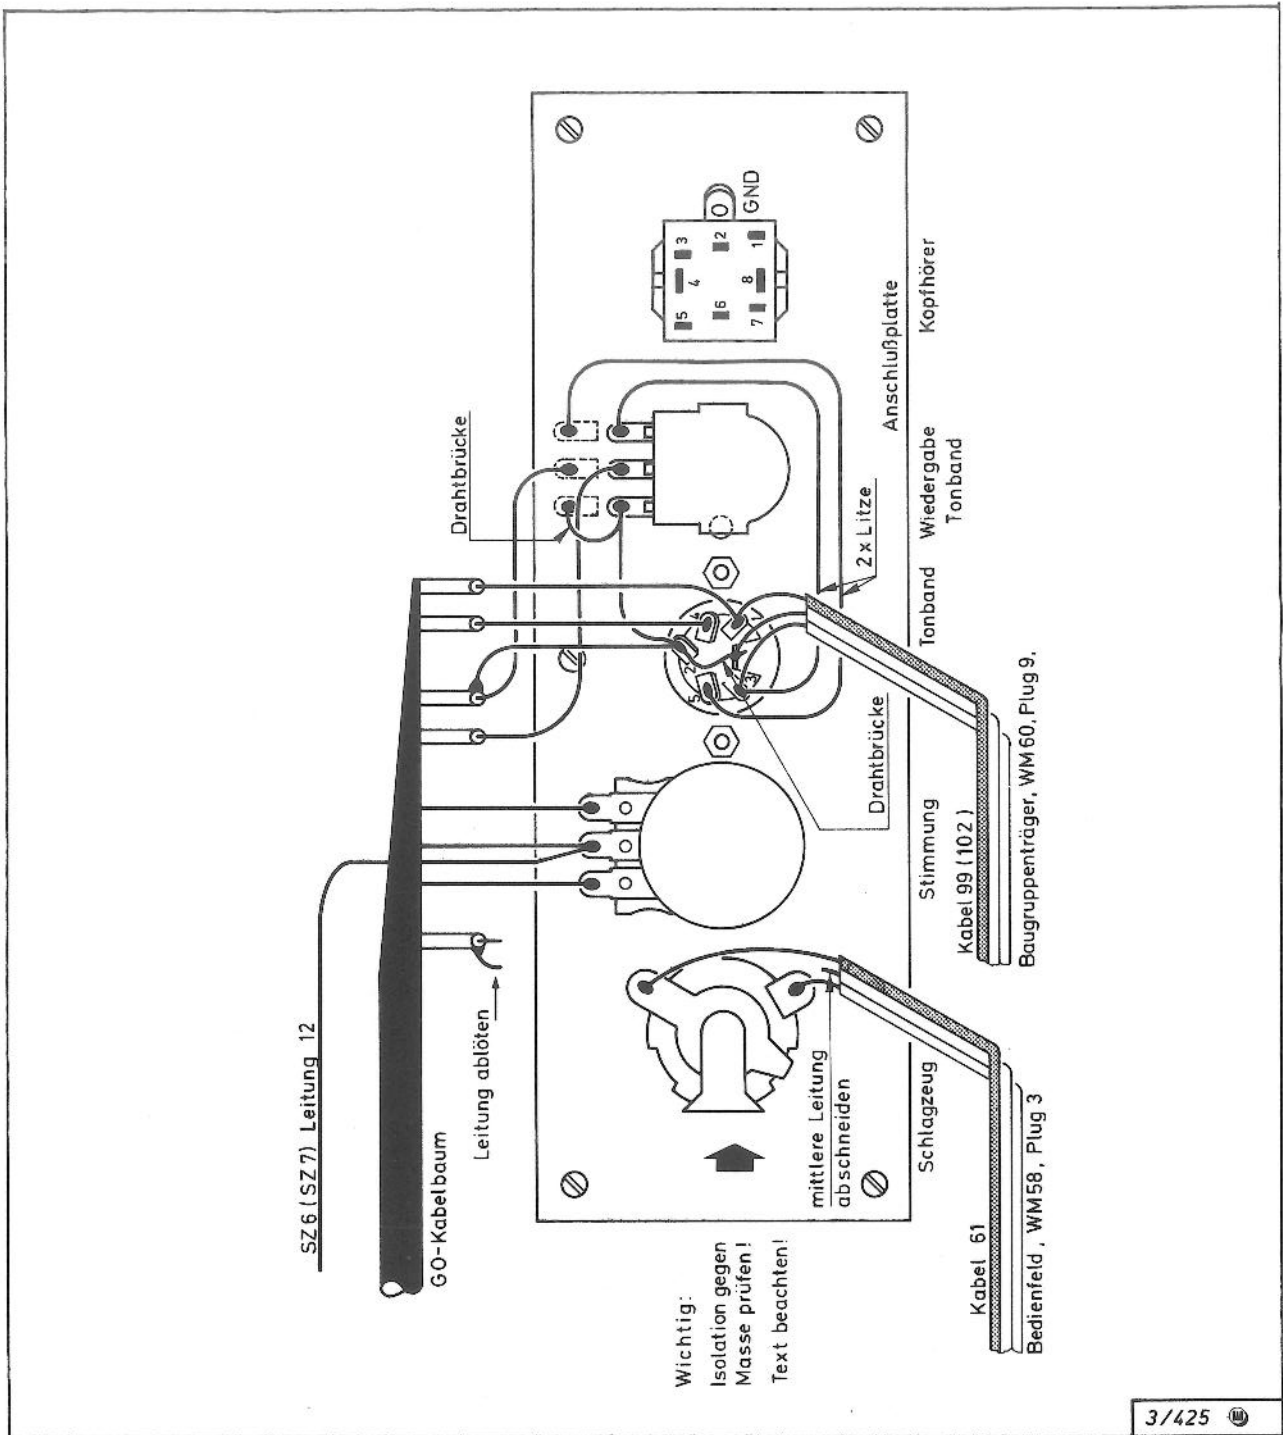

Abb. 35: Anschluß Tonbandbuchse und Fernstart
Das Kabel 61 an die beiden Lötflächen anlöten: schwarz plus rot an die eine Fahne, braun an die andere. (Abb. 35)
- d) Flachkabel 99 (bei Galaxis 102) von Plug 9 der WM 60 zur Tonbandbuchse "Tape" führen und dort nach Abb. 35 zu den vorhandenen Leitungen hinzulöten. (Bei den Zweikanalmodellen W 2, 3, 4 wird nur ein Kanal für die Datenübermittlung verwendet.)
g) Im CX 1-Bedienungsfeld die Tasten Cass. (2) und Program (1) — in dieser Reihenfolge! — drücken. Im Display erscheint P 0. Das CX 1 ist nun empfangsbereit für die Daten von der Kassette.
**Hinweis:** Bei Übertragungsfehlern zeigt das Display im entsprechenden Block ein "E" oder "F" an. Bei einer Fehleranzeige direkt am Anfang des Einlesens liegt dies in der Regel an einem zu niedrigen oder zu hohem Pegel des Datensignals. Abhilfe: P 6 auf der Steckkarte WM 53 aus der Mittelstellung (=mittlere Empfindlichkeit) nach links (= leiser) oder rechts (= lauter) verdrehen und einen neuen Versuch der Datenübermittlung starten. Bei Fehlern mitten im Programm können die verschiedensten Störungen die Ursache sein. Sie brauchen die Kassette dann nicht bis zum Anfang zurückzuspulen, es genügt ein kurzer Rücklauf bis zu dem als letzten noch richtig angezeigten Block, Taste "Program" (1) erneut drücken und Rekorder starten.